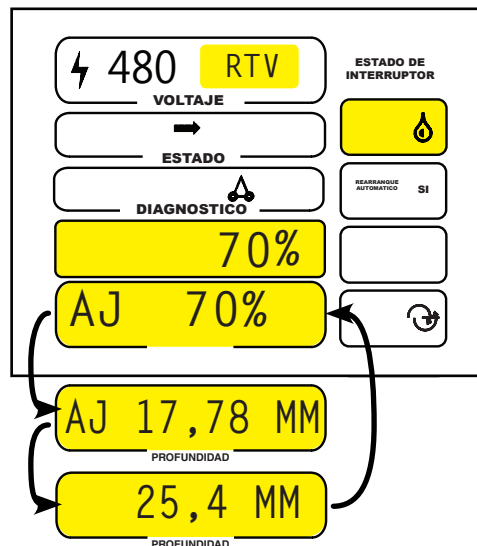

Figura 26-1
- RTV aparece en la indicación de voltaje cuando el agua está activada y una prescripción de RTV-V está habilitada (activada). Vea la Figura 26-1.
- La indicación de aplicación de agua hace un ciclo entre AJ %, AJ profundidad y Profundidad fijada cuando el agua está activada y una prescripción de RTV-V está habilitada (activada). Vea la Figura 26-1.